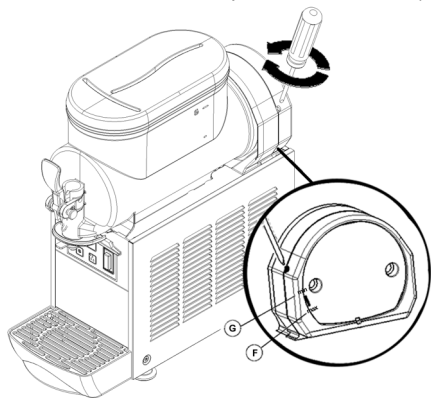

figura 2
- 1 Regulación de la densidad:** la densidad óptima del granizado ha sido ya ajustada en fábrica. Si se quiere variar dicha densidad girar con un destornillador el correspondiente tornillo de ajuste situado en cada una de las paredes posteriores del distribuidor (ver figura 2):